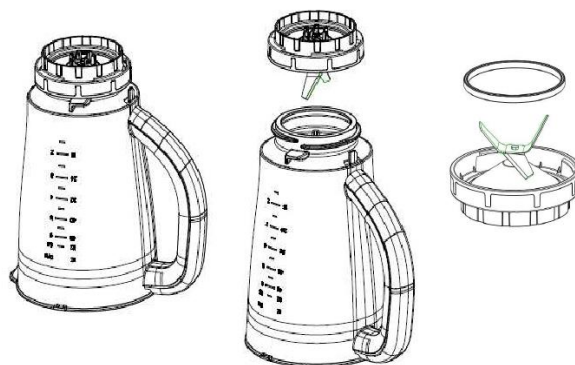

Fig. 6
2. Demontați toate componentele detașabile. Detașați cana de pe ansamblul motorului pentru a scoate ansamblul cu lame, apoi scoateți garnitura de etanșare de pe baza cănii (a se vedea fig. 6). Scoateți garnitura de etanșare de pe capacul cănii. Clătiți sub jet de apă cana blenderului, ansamblul cu lame, capacul cănii și paharul gradat.